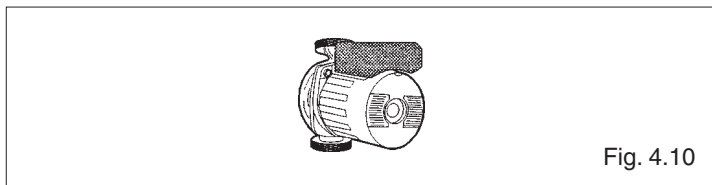

Fig. 4.10
- verificare inoltre il corretto funzionamento del circolatore (fig. 4.10).
- verificare l'arresto totale della caldaia **Fabula** posizionando l'interruttore generale dell'impianto su "spento" (fig. 4.10)